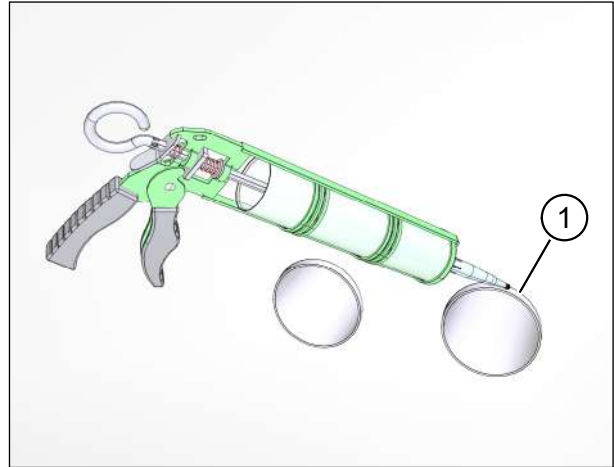

Abb. 30: Lüftungsrohre an der Außenwand abdichten
- ▶ Fasen Sie beide Rohrdurchbruchkanten (Pos. 1 in Abb. 30) mit ca. 5 x 45° ab, um einen Freiraum für die Dichtungsfugen mit dauerelastischem Dichtstoff zu schaffen.